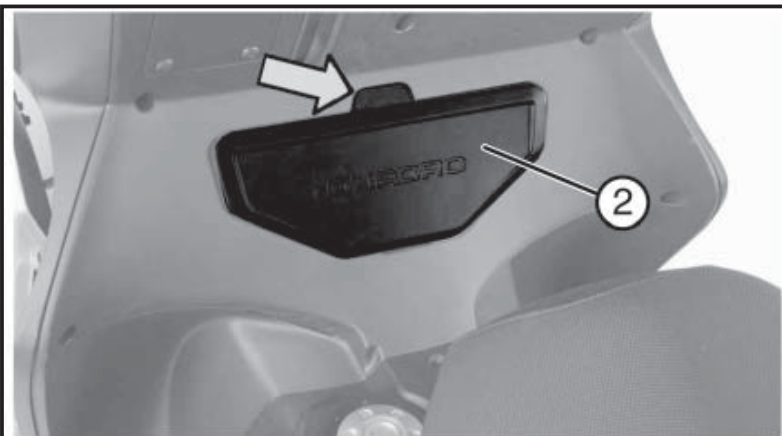

Fig. 02
4.17 FRONT GLOVE BOX (Fig. 02)